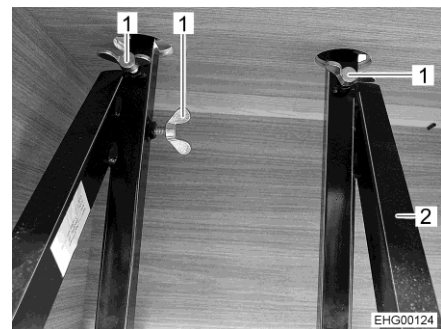

Fig. 34 Vis à oreilles
- Serrer trois vis à oreilles (Fig. 34,1) sur la tige (Fig. 34,2) du cadre du coffre.